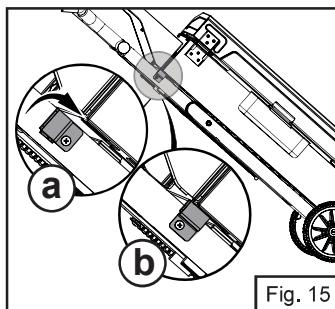

Fig. 15
3. Faites tourner l'élément de verrouillage du pied dans le sens horaire dans la fente pour bien fixer les pieds (Fig. 15).